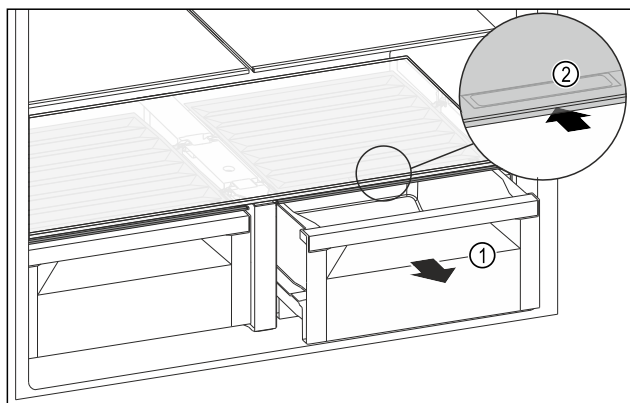

Fig. 119
- ▶ Izvucite ladicu Fig. 119 (1).
- ▶ Primite ručku Fig. 119 (2) na poklopcu pretinca i istodobno povucite poklopac pretinca prema natrag.